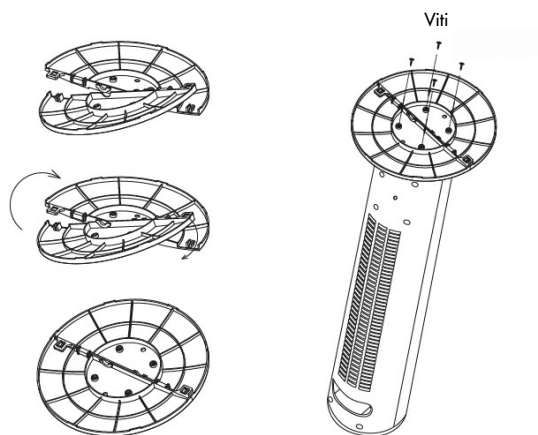

Fig. 1
- Assemblare le due parti della base seguendo la direzione della freccia (Fig. 1)